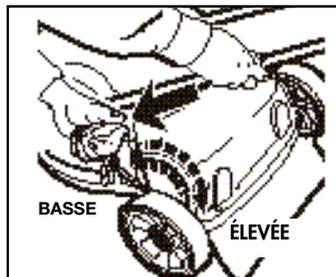

FIGURE 8
- Placez la main gauche sur la poignée de réglage de la hauteur et la main droite sur la partie inférieure du guidon de la façon illustrée à la figure 8.